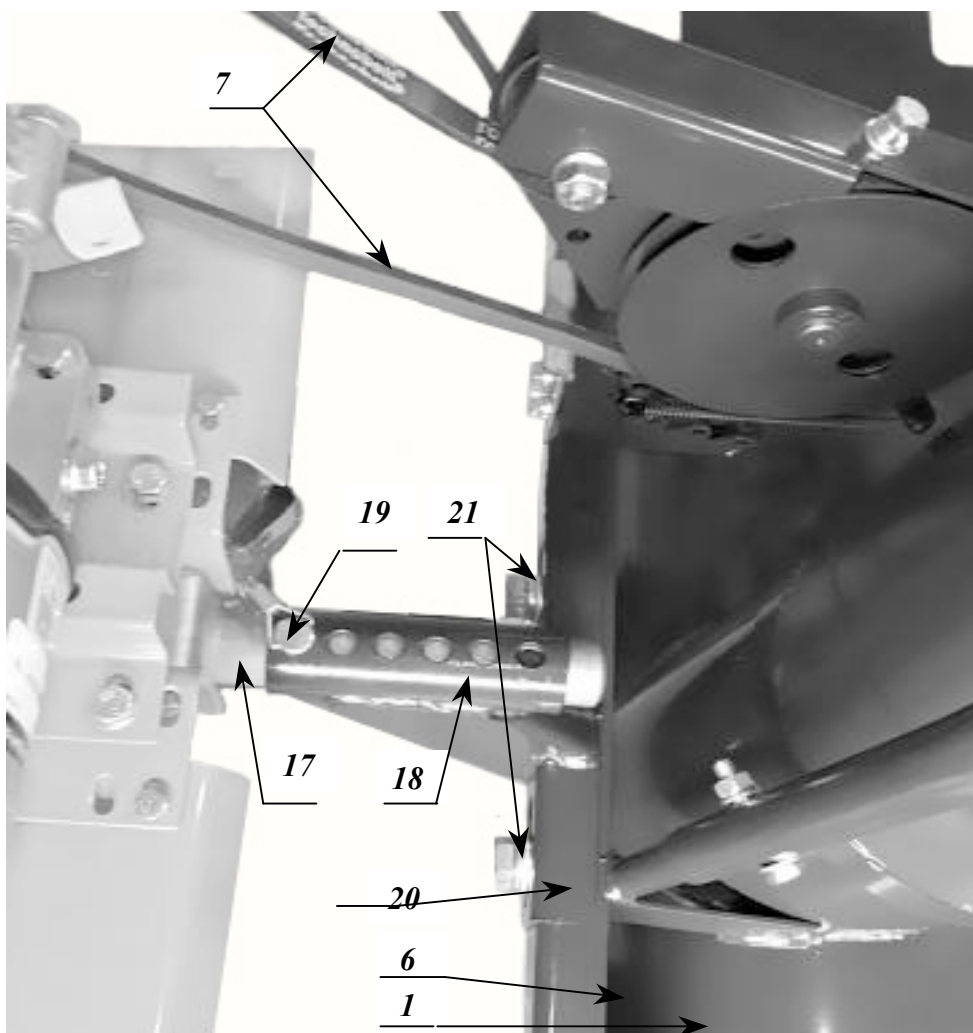

Рис.6
2. На дышло (17) мотоблока одеть втулкой (18) прицепной узел снегоуборщика. И совместив отверстия во втулке (18) прицепного узла и дышло (17) мотоблока, зафиксировать штатным шплинтом (19), (см. Рис.6).
3. Швеллер (20) ввести в зацепление с задней балкой (6) корпуса снегоуборщика (1) и зафиксировать болтами М16 (21) (см. Рис.6) – резьбовое соединение оставить незатянутым!
4. Надеть клиновидный ремень (7) на свободный (внешний) ручей шкива двигателя мотоблока.
5. Перемещением швеллера (20) прицепного узла по балке (6) установить взаиморасположение мотоблока со снегоуборщиком таким образом, чтобы ручки шкивов мотоблока и снегоуборщика строго совпали - ремень (7) находился в зацеплении без перекоса. После чего зафиксировать швеллер (20), затянув резьбовые соединения (21).